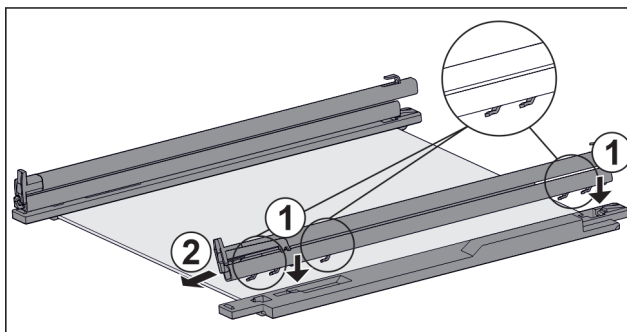

Fig. 115 Skleněná deska s kolečnicemi a přídržnými díly
- ▶ Nasadte háčky kolejničky na otvory **levého** přídržného dílu. Fig. 115 (1)
- ▶ Vytáhněte kolejničku dopředu. Fig. 115 (2)
- ▶ Nasadte háčky kolejničky na otvory **pravého** přídržného dílu. Fig. 115 (1)